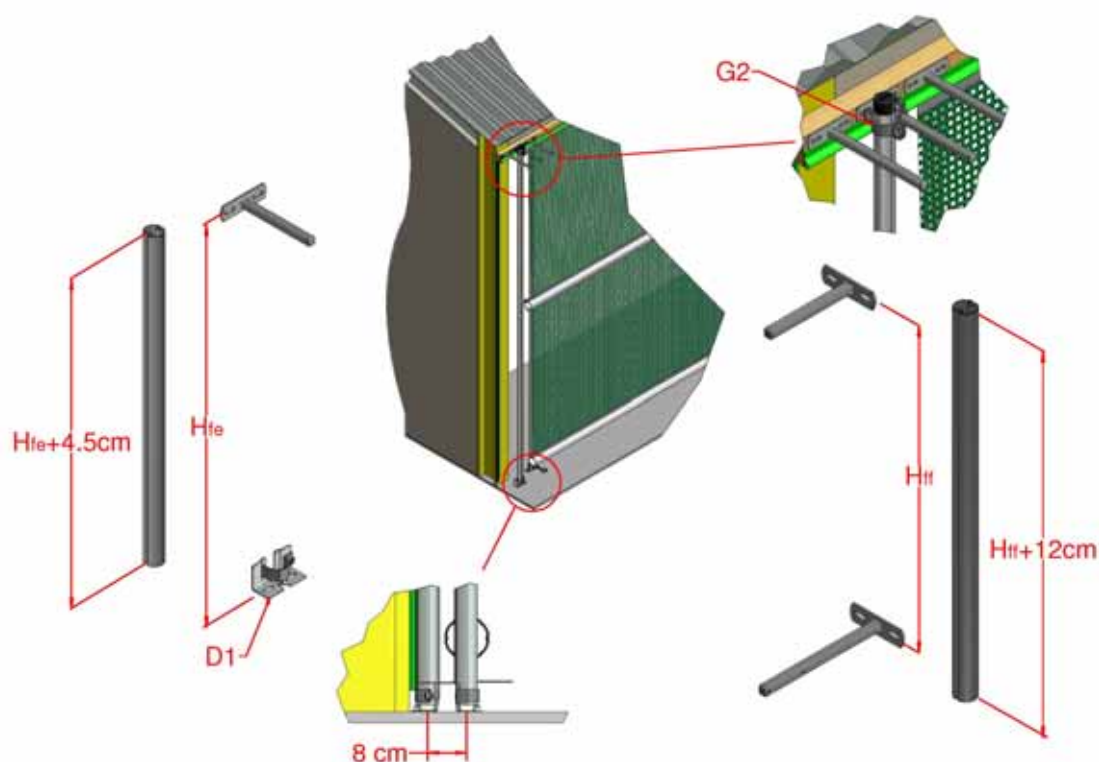

Figure 15 : pose du tube de couple
4.1 Découper les tubes de couple (C1) à la longueur désirée et ébarber les extrémités comme illustré à la Figure 15.
- a) Pour une installation Face-Extrémité, enfiler le support d'extrémité inférieur (D1) sur le bas du tube de couple (sans insert de protection). Fixer la partie supérieure du tube au milieu des trois supports de surface à l'aide de la bride transversale (G2) pour faire en sorte que le tube se trouve sur l'extérieur du support de surface, Figure 15. Pré-percer les trous dans le sol à des fins de fixation, pour faire en sorte que le tube de couple soit centré à 8 cm du centre du tube de commande interne.